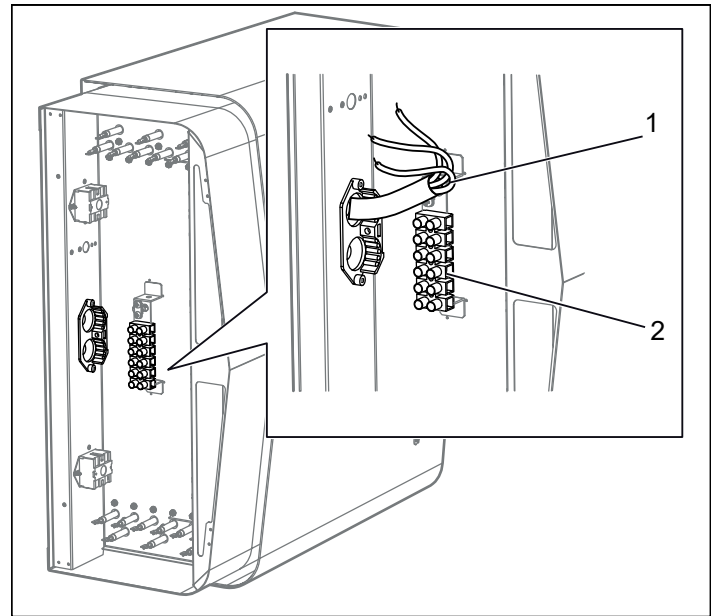

Fig 16: Raccordement électrique
2. Raccordez le câble électrique (1) au bornier (2) (voir figure 16), en suivant le schéma de raccordement (voir la section Schéma de raccordement/branchement, page 41).